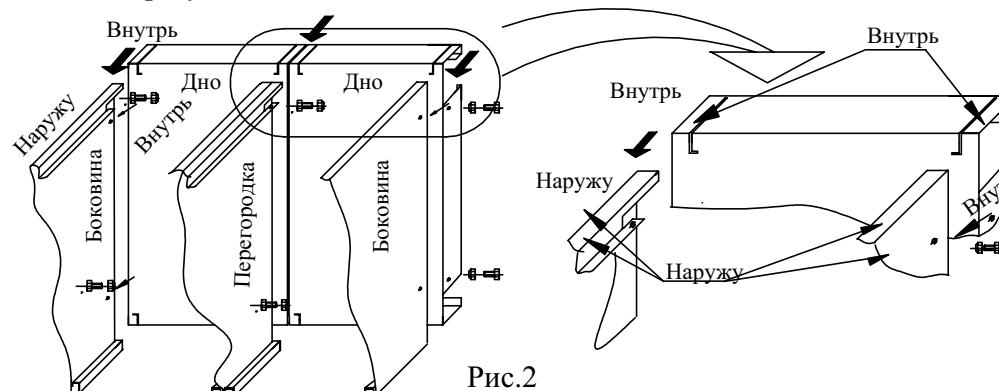

Рис.2
4.1.3. Разместить дно внизу будущего шкафа плоскостью внутрь шкафа так, чтобы в пазы на лицевой стороне и плоскости дна вошли отгибы боковых стенок(и перегородки-при сборке основного модуля с дополнительным). (Рис.2) Первым действием закрепить дно к левой боковой стенке на болтах(гайка внутри шкафа). При сборке ШРС22 или присоединении доп. секций к перегородке соединять обним болтом с гайкой сразу два дна.